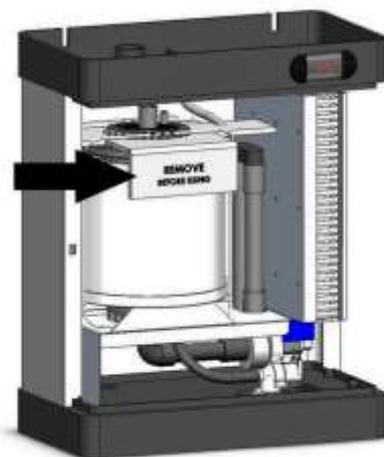

Fig. 8
5. Rimuovere il cartone di protezione posto sopra il cilindro (fig. 8).